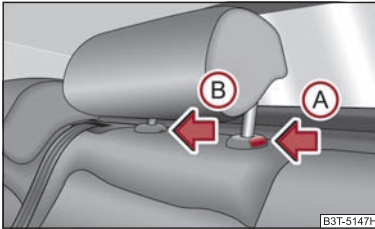

Abb. 72 Rücksitze: mittlere Kopfstütze
- Drücken Sie die Sicherung in Pfeilrichtung (A) ⇒ Abb. 72, drücken Sie gleichzeitig mit einem flachen Schraubendreher mit einer Breite von max. 5 mm die Sicherung in der Öffnung (B) und ziehen Sie die Kopfstütze heraus.